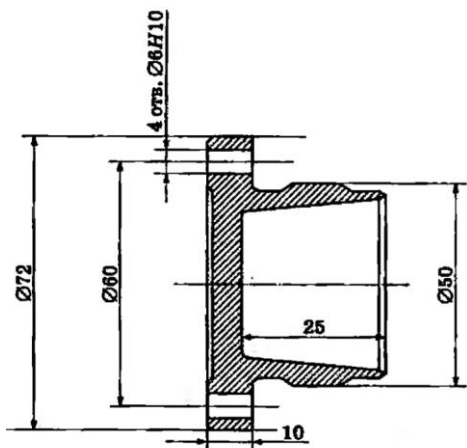

Рис. 3.14
**Исходные данные:** деталь – фланец (рис.3.14); материал – серый чугун СЧ15, НВ 160. Заготовка – отливка. Масса детали 0,30 кг. Оборудование – радиально-сверлильный станок 2Н125. Приспособление – специальное, кондуктор. Обработка без охлаждения. Партия 170 шт.